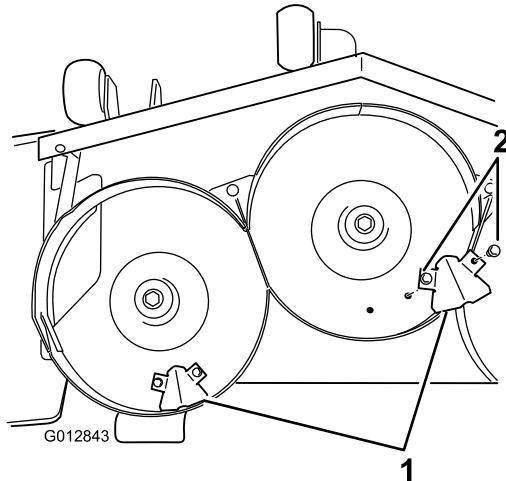

Figure 5
15. Trouvez les déflecteurs “kicker” et quatre vis à embase (5/16 x 3/4 pouce) dans les pièces détachées. Montez les déflecteurs sur le dessous du plateau aux emplacements indiqués sur la Figure 5. Fixez les déflecteurs au plateau au moyen de quatre vis à embase (5/16 x 3/4 pouce).